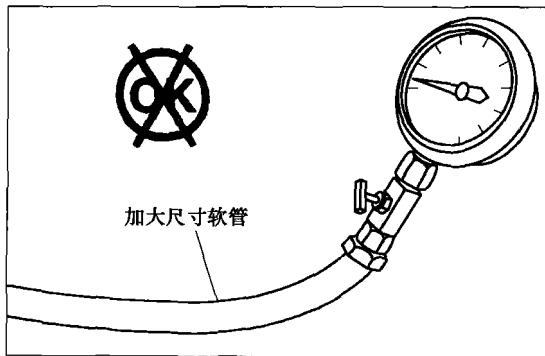

图 1-8 使用原装规格和材料的管子或软管
⑥ 应使用原装的、随压力表提供的相同规格和材料的管子或软管，见图 1-8。